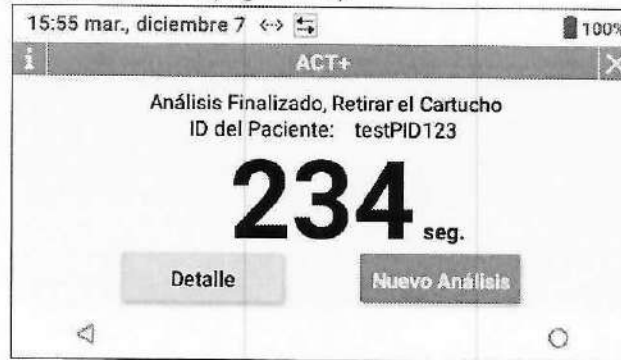

Figura 47: Resultados del análisis del paciente
- 10 Se muestra el resultado del análisis (Figura 47).
**NOTA:** El resultado del análisis permanecerá en la pantalla hasta que se realice un nuevo análisis o el usuario seleccione **X** (Figura 47).
- 12 Desde la pantalla de resultados del análisis del paciente (Figura 47), el usuario puede realizar lo siguiente: